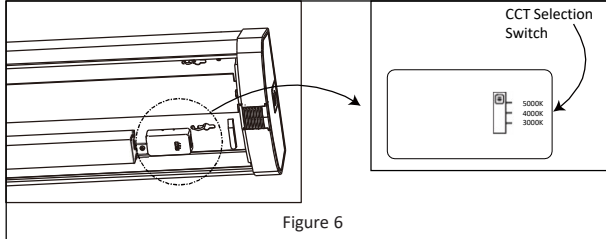

Figure 6
6. If applicable, select the desired CCT for the environment in which the fixture is installed. **See Figure 6.**
6. *Le cas échéant, sélectionnez la température de couleur proximale (CCT) souhaitée pour l'environnement dans lequel le luminaire est installé. Reportez-vous à la Figure 6.*